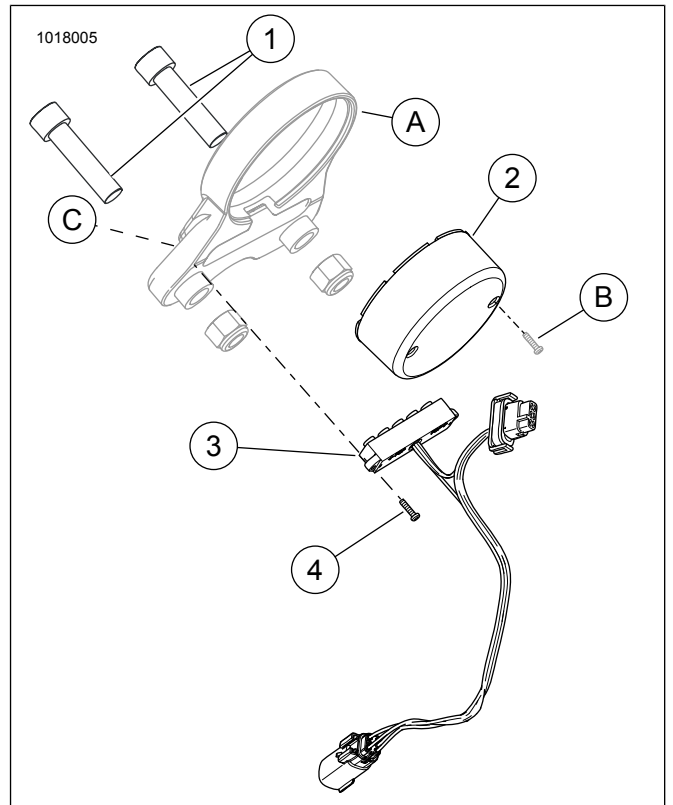

Figura 4. Piezas adicionales necesarias: XL1200C de 2014 y posteriores
1. Vea Figura 4 y Tabla 4. Esta aplicación requiere la compra por separado de las piezas adicionales enumeradas.
3. Conecte la **nueva** luz indicadora y el conjunto del arnés (4).
4. Instale el conjunto de la luz indicadora (3) y el bisel (C) dentro de la nueva pieza de soporte del velocímetro usando tornillos (4) **nuevos**.
- a. Quite el respaldo adhesivo del bisel (C) **nuevo**.
- b. Adhiera el bisel a la pieza de soporte del velocímetro (A) desde el interior.
- c. Asegure el **nuevo** conjunto de la luz indicadora (3) y el bisel usando tornillos (4) **nuevos**.